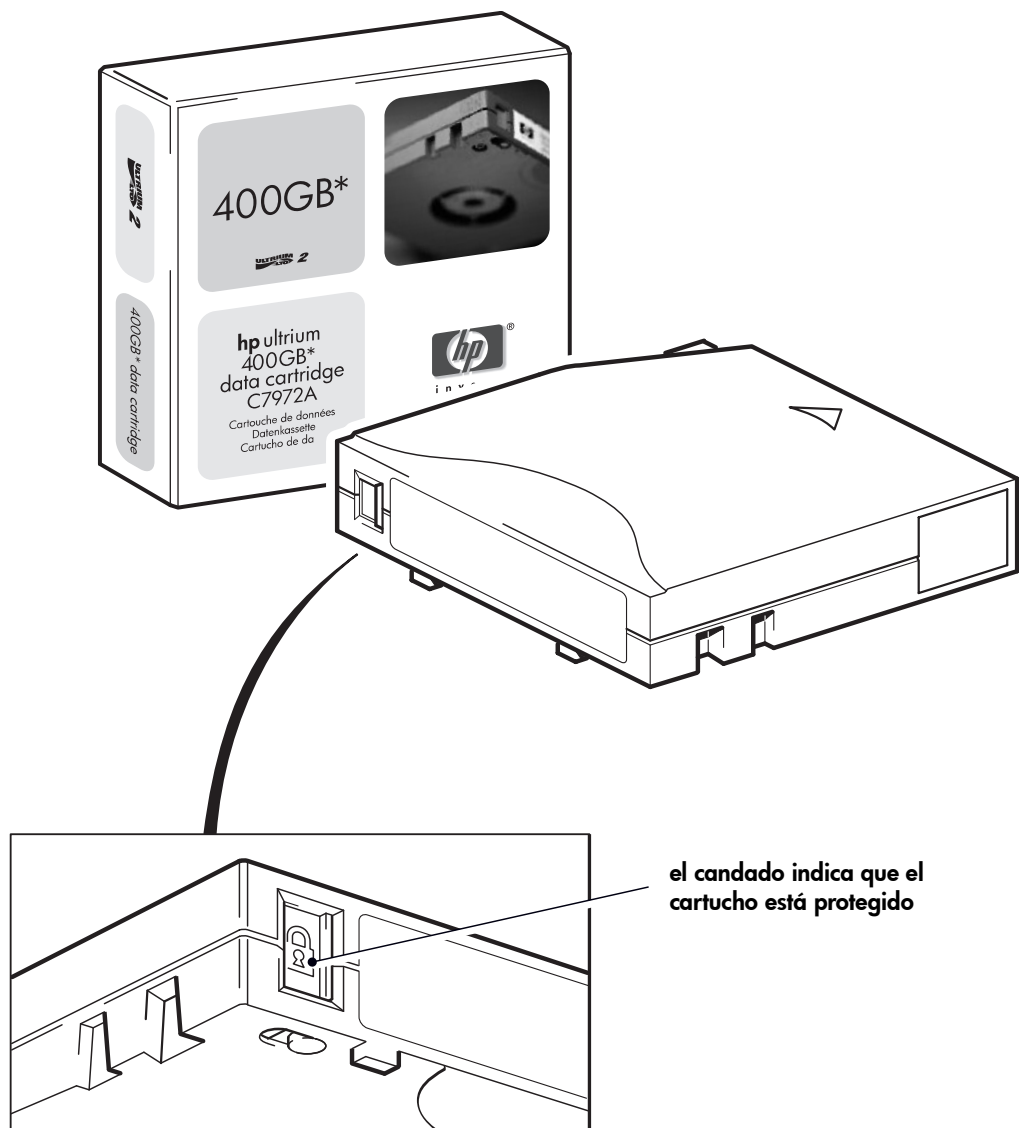

Figura 8: protección contra escritura de los cartuchos
- Para permitir la escritura en el cartucho, deslice la lengüeta roja hacia atrás de modo que el orificio esté abierto antes de cargar el cartucho en la unidad. En la Figura 8 se muestra la ubicación de la lengüeta de protección contra escritura.